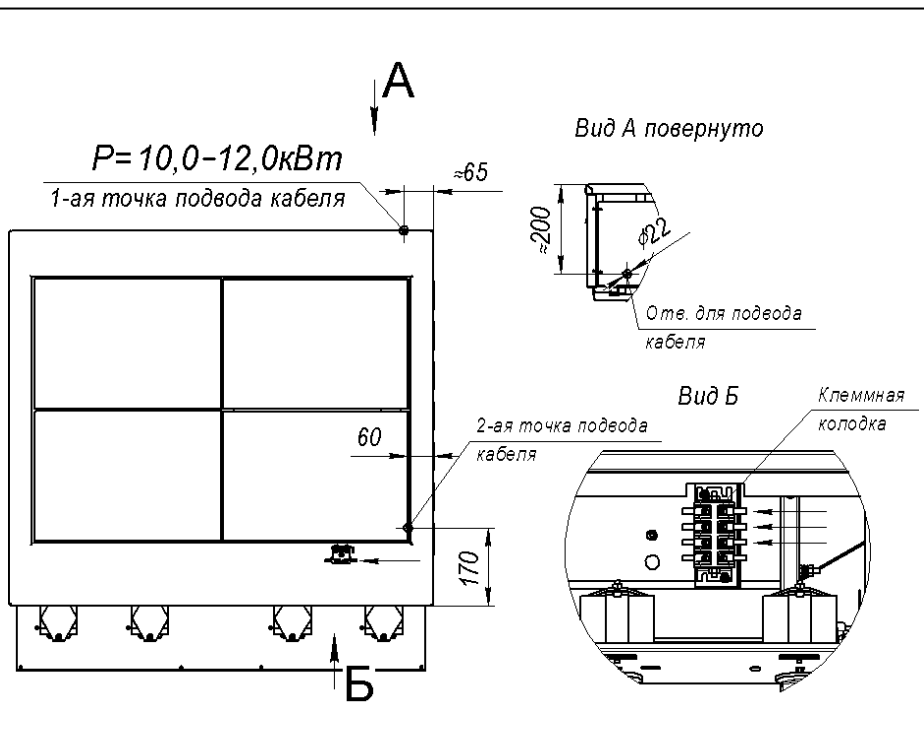

Рис.3
6.7 Рекомендуем, подвод электропитания к плите производить, скрытой в полу, трубной разводкой. Диаметр трубы – не мене 1/2" (Ø=22мм), высота от уровня пола не более 500мм (см. рис.3). Электропровода, заводимые в плиту, до блока клемного, должны иметь термоустойчивую изоляцию, с температурой длительной эксплуатации не менее 150°С